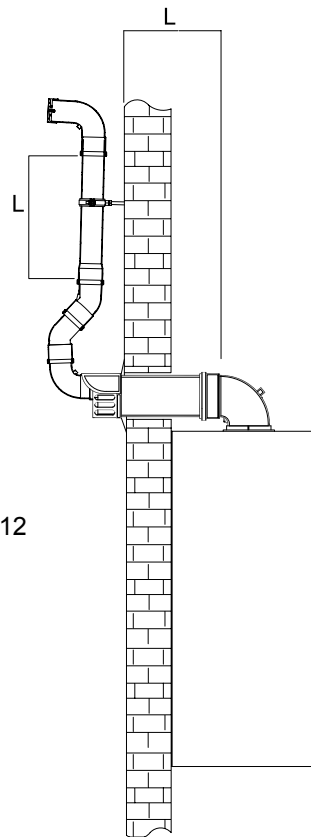

Fig. 12
5.7 PLUME MANAGEMENT KIT (Fig 12)
TER110101 (Fig. 12)	1 metre high plume kit containing: n. 1 terminal bend n. 1 90° elbow bend n. 2 45° bend n. 1 metre 60 M-F flue length n. 1 flue length bracket